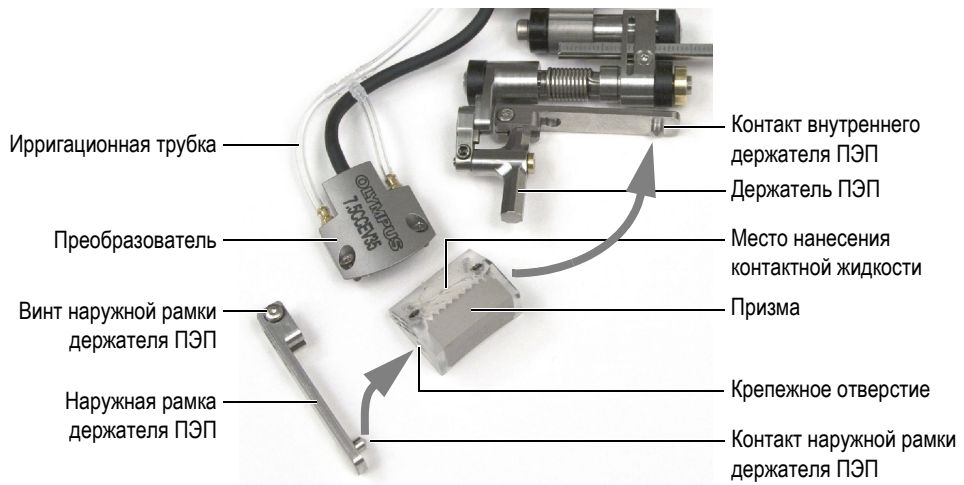

Рис. 2-5 Замена призмы на сканере
1. Снимите наружный держатель ПЭП (см. Рис. 2-5 на стр. 37):